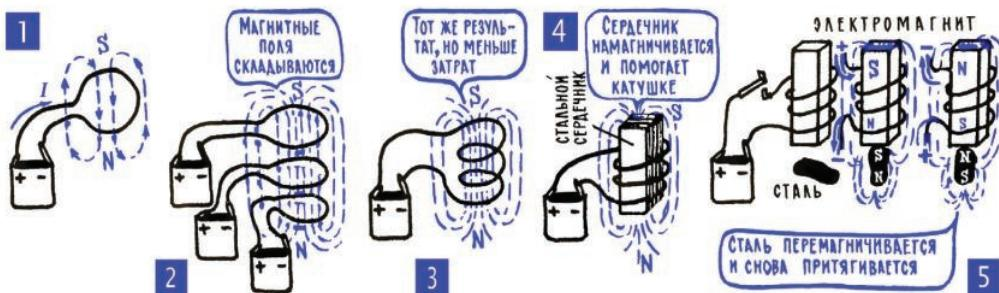

Рис. 5.3. Магнитные свойства катушки с током
**5. Катушка:** ток последовательно проходит по нескольким виткам провода, и их магнитные поля суммируются. Если можно складывать магнитные поля отдельных участков проводника, свернув его в кольцо, то, конечно, можно еще больше усилить суммарное магнитное поле, если свернуть из проводника несколько колец и сблизить их (рис. 5.3; 1). Такой спиралевидный элемент называют катушкой индуктивности или просто катушкой. Ясно, чем больше витков у катушки, тем сильнее ее суммарное магнитное поле. А кроме того, поле, как всегда, зависит от тока, и поэтому способность катушки создавать магнитное поле (при данной конкретной величине тока) иногда оценивают ампер-витками – произведением тока  $I$  в амперах на число витков  $w$ .
**6. Ферромагнитные и парамагнитные вещества в разной степени усиливают магнитное поле, диамагнитные ослабляют его.** Можно во много раз усилить магнитное поле катушки, если вставить в нее сердечник (рис. 5.3; 4) из так называемых ферромагнитных веществ. К их числу относятся железо (сталь, чугун), никель, кобальт, редкоземельные элементы (гадолиний, диспрозий, тербий и др.), а также некоторые специальные сплавы и специальная керамика, содержащая окислы железа и кобальта. Мощные постоянные магниты в настоящее время делают из сплава элемента ниобия с железом и бором или самария с кобальтом.